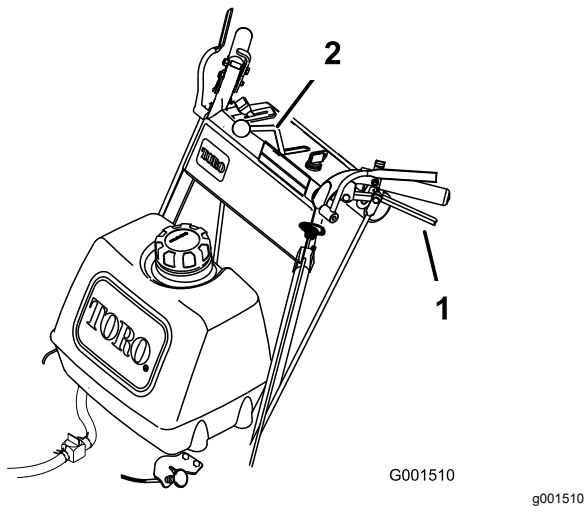

Figura 11
4. Suelte lentamente las palancas de avance para desplazarse hacia adelante (Figura 11).
Para ir en línea recta, suelte las dos palancas uniformemente (Figura 11).
Para girar, apriete la palanca de avance del lado hacia el que desea girar (Figura 11).
Apriete lentamente las palancas de avance hacia el manillar para desplazarse hacia atrás (Figura 11).